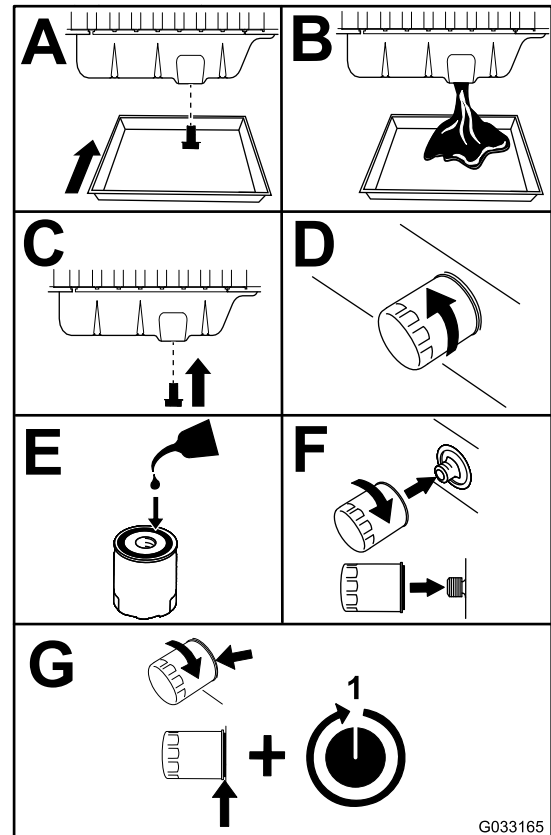

Bild 71
3. Tauschen Sie das Motoröl und den Motorölfilter aus (Bild 71).